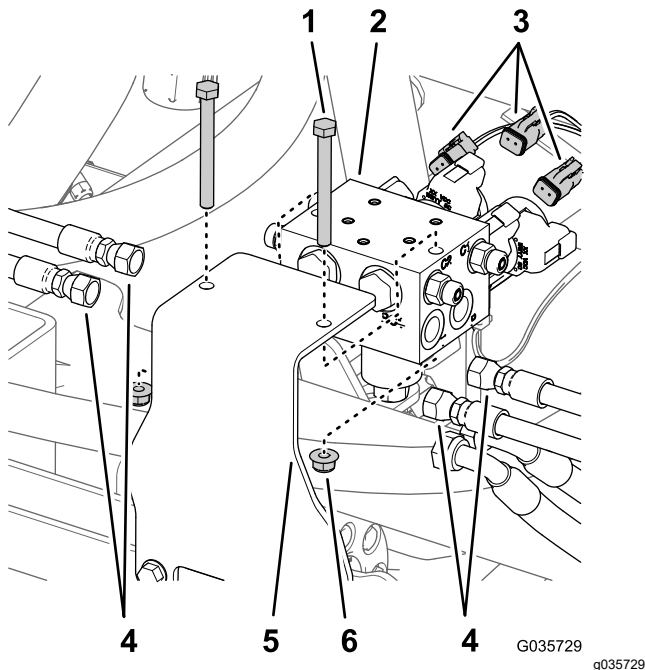

Figura 12
2. Rotule todas as tubagens ligadas ao coletor do cilindro de elevação (portas C1, C2, C3 e C4) e desligue-as do coletor do cilindro (Figura 12).
3. Desligue os conectores da cablagem traseira dos solenoides do coletor do cilindro de elevação (Figura 12).
4. Retire o coletor do cilindro de elevação do suporte de montagem removendo 2 parafusos e 2 porcas de bloqueio (Figura 12).